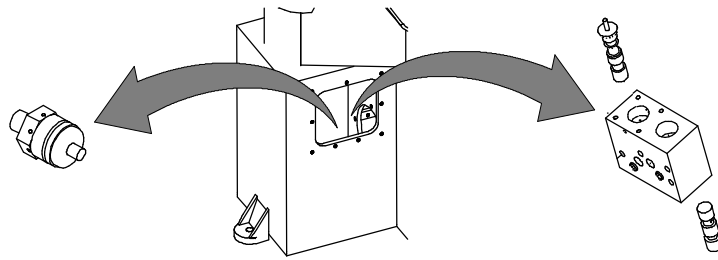

Fig. 25
a) Verificare il corretto funzionamento degli steli del distributore idraulico (cod. 01011909 + 01011904, tav.5-6-7), controllare che non vi siano impurità che impediscano il loro buon funzionamento; verificare inoltre l'intervento del pressostato (cod. 02003639, tav. 5-6-7) (Fig. 25).